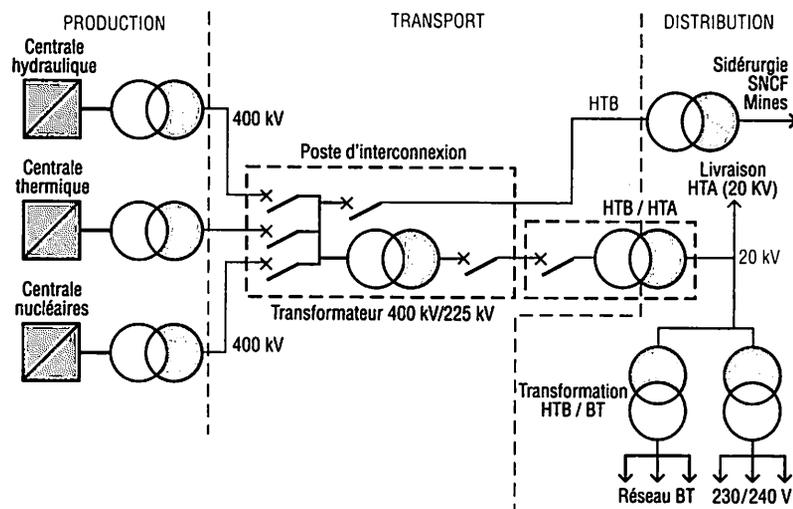

Fig. 1 : Schéma général de la production, du transport et de la distribution d'énergie électrique.
- **utilisation** de l'énergie électrique (fig. 1).